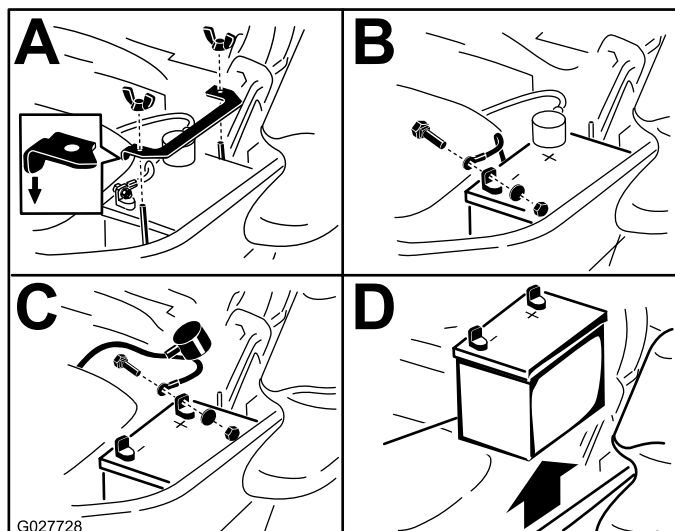

Figure 62
3. Commencez par débrancher le câble négatif (noir) de la borne négative (-) (noire) de la batterie (Figure 62).
4. Enlevez le capuchon rouge de la borne positive (rouge) de la batterie et débranchez le câble positif (+)(rouge) (Figure 62).
5. Retirez l'écrou à oreilles qui fixe la barrette de maintien de la batterie (Figure 62).
6. Déposez la barrette de maintien (Figure 62).
- Placez la batterie dans son support en tournant les bornes à l'opposé du réservoir hydraulique (Figure 62).
- Fixez les câbles avec 2 boulons, 2 rondelles et 2 contre-écrous (Figure 62).
- Reposez la barrette de maintien et fixez-la avec l'écrou à oreilles (Figure 62).